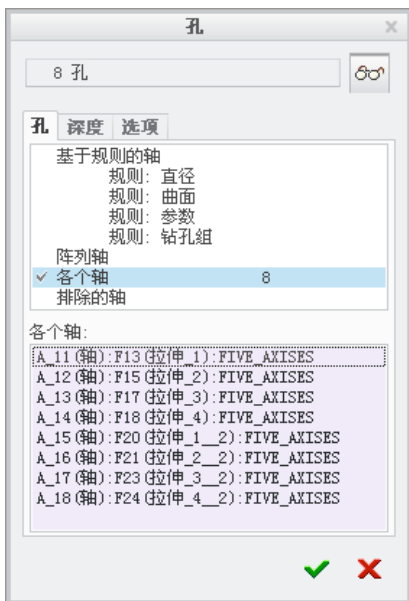
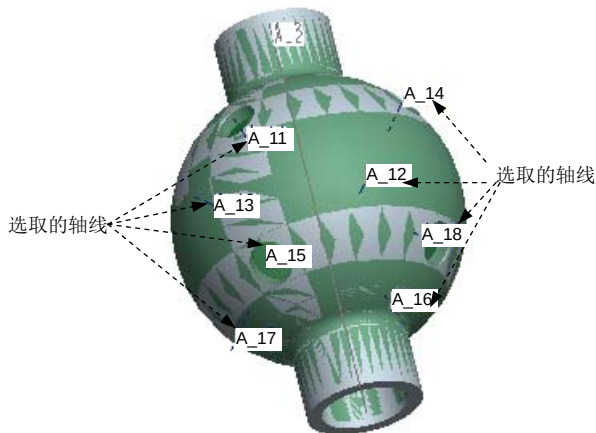

图 7.2.8 “孔”对话框
图 7.2.9 选取的轴线
Step4. 在“钻孔”操控板中单击  按钮，在弹出的“参考”设置界面中单击  按钮，系统弹出图 7.2.8 所示的“孔”对话框。在“孔”对话框的 **孔** 选项卡中选择 **各个轴** 选项，激活列表框，然后按住 Ctrl 键在图形区选取图 7.2.9 所示的 8 条轴线，单击  按钮，系统返回到“钻孔”操控板。